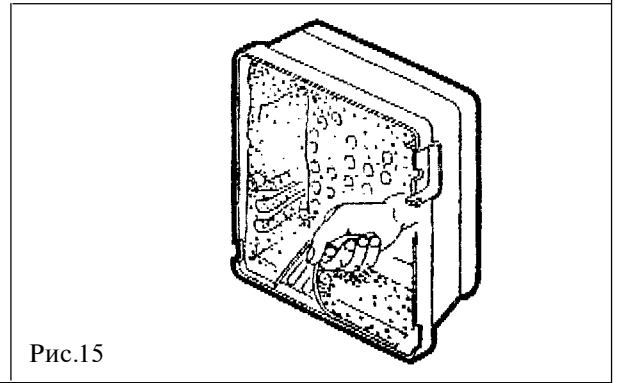

Рис.15
с) В модели CRONO 20G (2), чтобы гарантировать работу с мощностью 220 - 246 кВт, снимите шумозащитную защиту из шумозащитного кожуха для освобождения дополнительных щелей входа воздуха на крышку (Рис. 15).